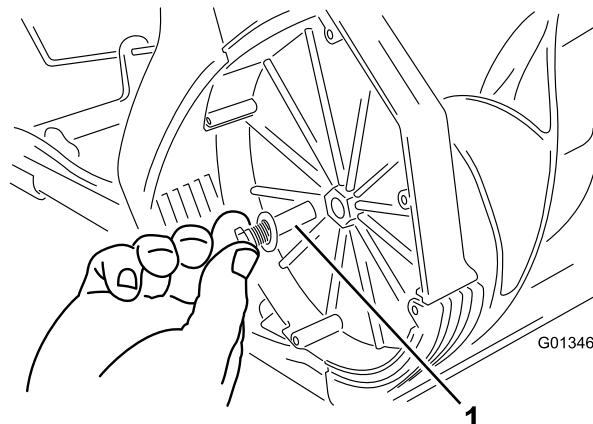

Bild 16
2. Nehmen Sie den Rotorstift ab (**Bild 16**).